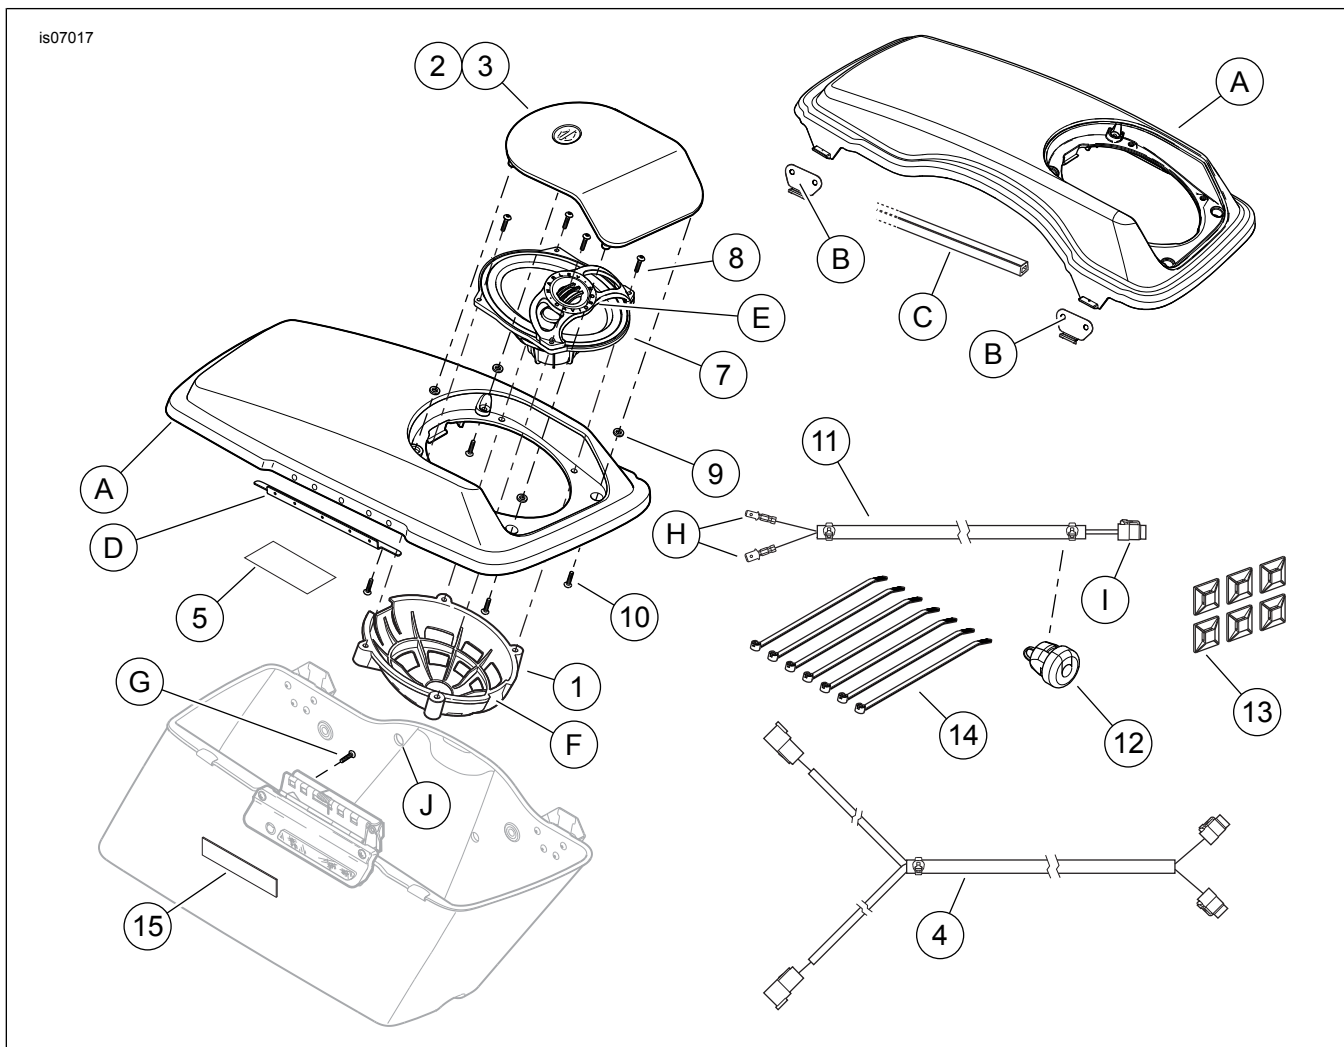

Figura 7. Parti di ricambio, kit altoparlanti dell'impianto Boom! Audio per borse
1. Vedere Figura 7. Controllare le parti femmina sulle due diramazioni lunghe ad un'estremità del cablaggio dell'altoparlante posteriore (4). In una delle parti femmina (etichettata "RIGHT"[destra]): Inserire questa parte nel connettore maschio collegato alla borsa di **destra**. Nell'altra parte femmina (non etichettata): Inserire questa parte nel connettore maschio collegato alla borsa di **sinistra**.
6. **Abbinamento dei connettori degli altoparlanti posteriori:** Vedere Figura 7. Accoppiare i colori dei fili nelle cavità 5 e 6 delle parti femmina a sei vie sul cablaggio posteriore (4) con quelli delle parti maschio a sei vie [41A] e [42A] sul cablaggio della radio o sul cablaggio di sovrapposizione Non-Ultra. Collegare le parti femmina degli altoparlanti lato destro e sinistro con le parti maschio corrette. **Con il cablaggio della radio e NESSUN amplificatore anteriore:** Con il cablaggio della radio E l'amplificatore anteriore: Inserire i quattro fili con terminazione nel connettore [149B] del cablaggio dell'amplificatore. Vedere le istruzioni del kit dell'amplificatore Boom! Audio.
Vedere Figura 7. Prendere dal kit due cablaggi di collegamento (11) degli altoparlanti nelle borse.